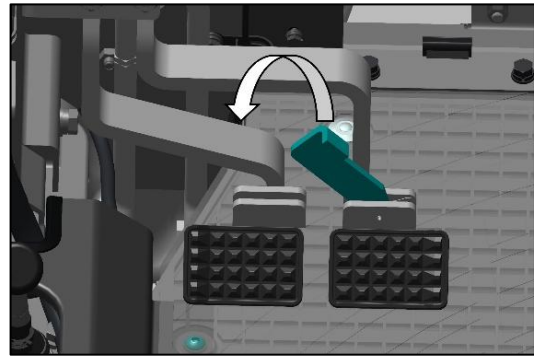

Fig. 66 - VERGRENDELEN VAN DE REMPEDALEN
- Bij modellen met onafhankelijke rempedalen houdt u de rempedalen vergrendeld (zie Fig. 66), behalve wanneer onafhankelijk remmen nodig is. Gebruik nooit onafhankelijke rembediening tijdens transport.